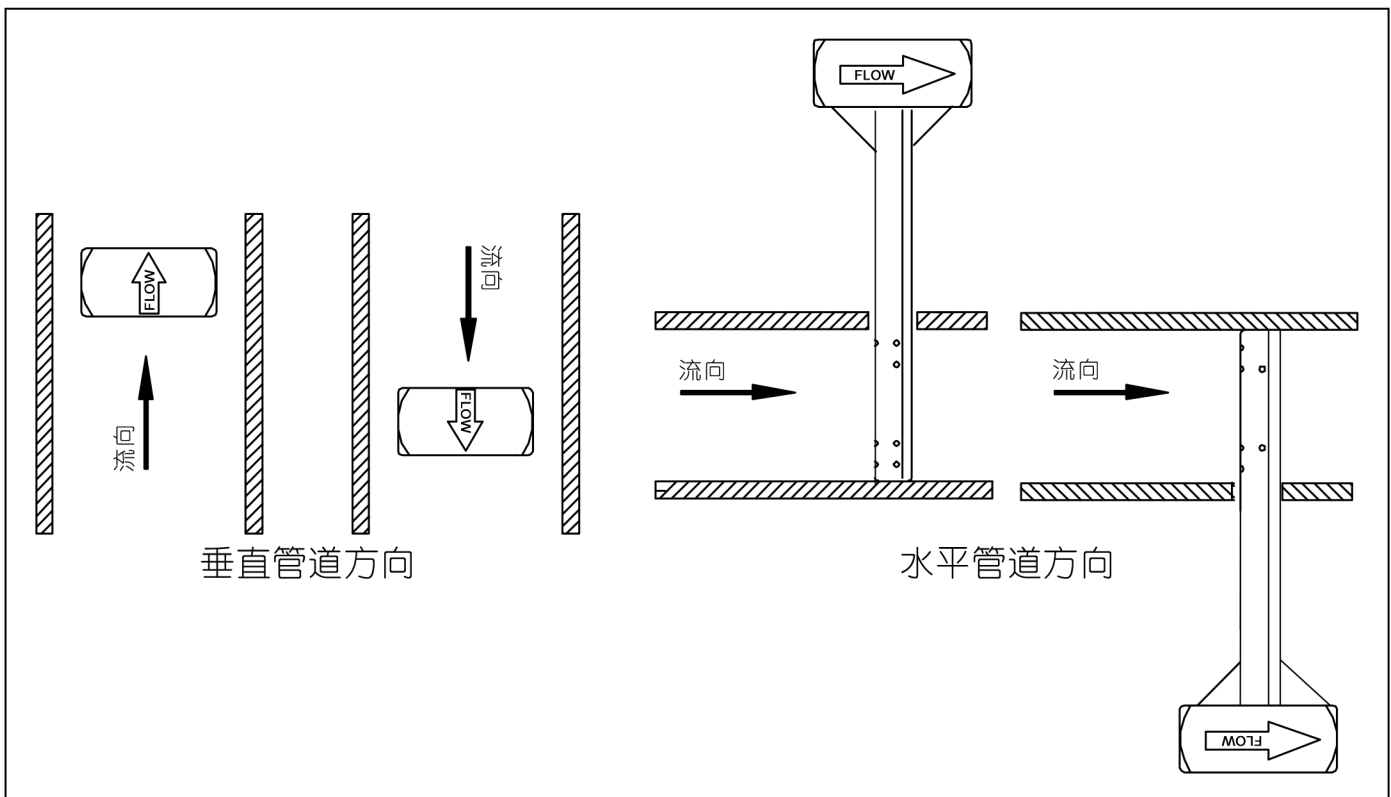

图 7：流体方向
- 调整探头方向，使仪表接头上标注着 "Flow" 方向的箭头与管道内流体流向一致并与管道的轴线方向夹角在  $\pm 3^\circ$  内（如图 7 所示）。使仪表接头保持这一方向并准备进行后续安装。